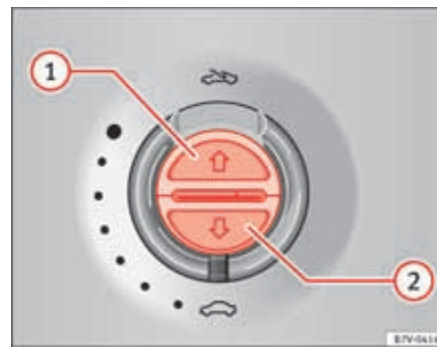

Fig. 60 En el revestimiento interior del techo: teclas para la persianilla parasol.
Abrir por completo (automáticamente):	Pulse la tecla ⇒ fig. 60 1 brevemente.
Detener el funcionamiento automático:	Pulse brevemente la tecla ⇒ fig. 60 1 o ⇒ fig. 60 2 .
Ajustar la posición intermedia:	Mantenga pulsada la tecla ⇒ fig. 60 1 o ⇒ fig. 60 2 hasta alcanzar la posición.
Cerrar por completo (automáticamente):	Pulse la tecla ⇒ fig. 60 2 brevemente.
- *Persianilla parasol*: Dentro de 5 segundos tras el disparo de la función antiaprisionamiento pulse la tecla ⇒ página 100, fig. 60 hasta que la persianilla parasol se cierre por completo.